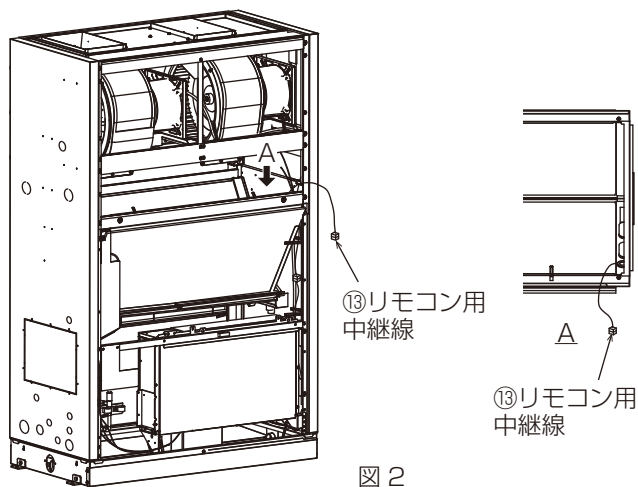

図 2
1) 2-1 で外したコネクタと⑬リモコン用中継線を接続してください。
2) 接続した配線は、図 2 のようにゴムブッシュを通し、前側まで引き出しておいてください。